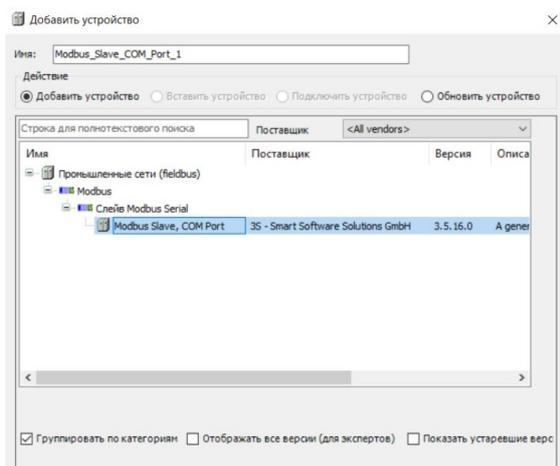

Рис.14 Добавление слейв-узлов.
3. Затем Пользователю нужно добавить слейв-узлы, которые предполагается опрашивать. Далее Пользователю необходимо нажать правой кнопкой мыши на объект "Modbus_Master_COM_Port (Modbus Master, COM Port)" в дереве проекта и выбрать "Добавить устройство...". В директории "Промышленные сети (fieldbus) > Modbus > Слейв Modbus Serial" нужно выбрать объект "Modbus Slave, COM Port" и двойным щелчком добавить его в дерево проекта (Рис. 14). Далее Пользователю необходимо закрыть окно добавления устройств.